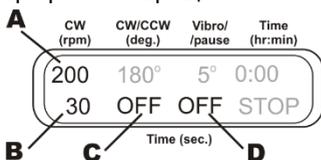

Рисунок 3.
- 6.9.1. **Вращение.** Установите скорость (40-1000 об/мин, рис. 3/A) и время (1-250 с, рис. 3/B) вращения. Отключите возвратно-поступательное и вибродвижение, выставив их время на ноль (индикация OFF, рис. 3/C и 3/D).